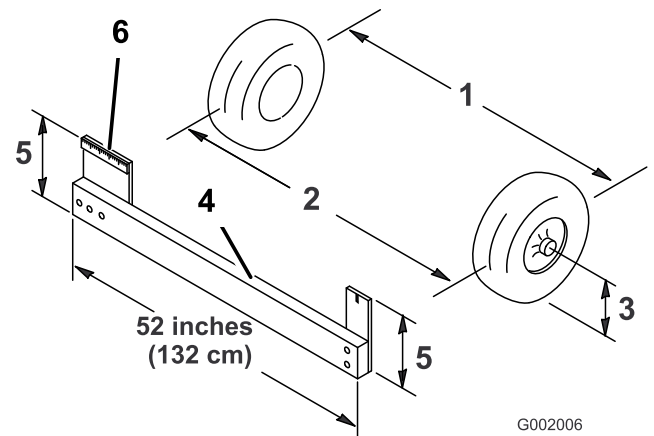

Figure 57
4. Mesurez la distance entre les roues avant à hauteur d'essieu, à l'avant et à l'arrière des roues (Figure 57). Un gabarit ou un compas à verges est nécessaire pour mesurer l'arrière des roues avant à hauteur d'essieu. Utilisez le même gabarit ou outil pour mesurer précisément l'avant des roues avant à hauteur d'essieu (Figure 57).